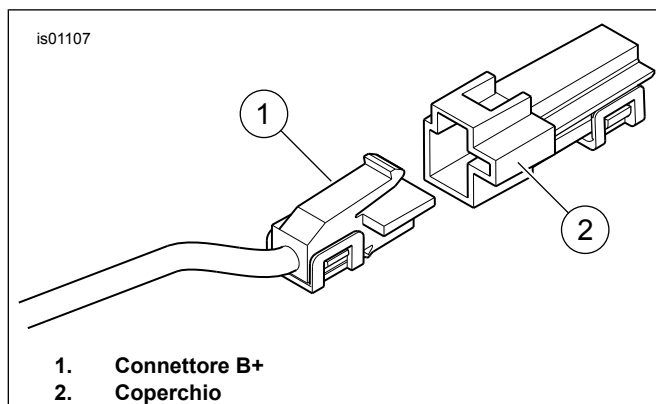

Figura 5. Connettore B+
1. Vedere Figura 5 Individuare il connettore B+ (positivo della batteria) (1) sul cablaggio principale sotto la sella (un filo rosso con un connettore grigio non utilizzato). Rimuovere il coperchio (2) dal connettore.